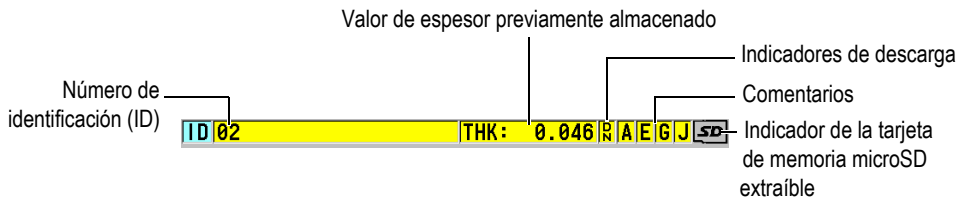

Figura 3-2 Barra de identificación (ID)
La barra de identificación (ID), que se encuentra en la parte superior de la pantalla de medición, contiene el número de identificación de la ubicación de la medida de espesor en curso, el valor previamente almacenado y los indicadores de las notas (véase la Figura 3-2 en la página 48). El indicador de descarga (R) aparece cuando la medida previamente almacenada proviene de un archivo en vez de un valor recientemente adquirido.